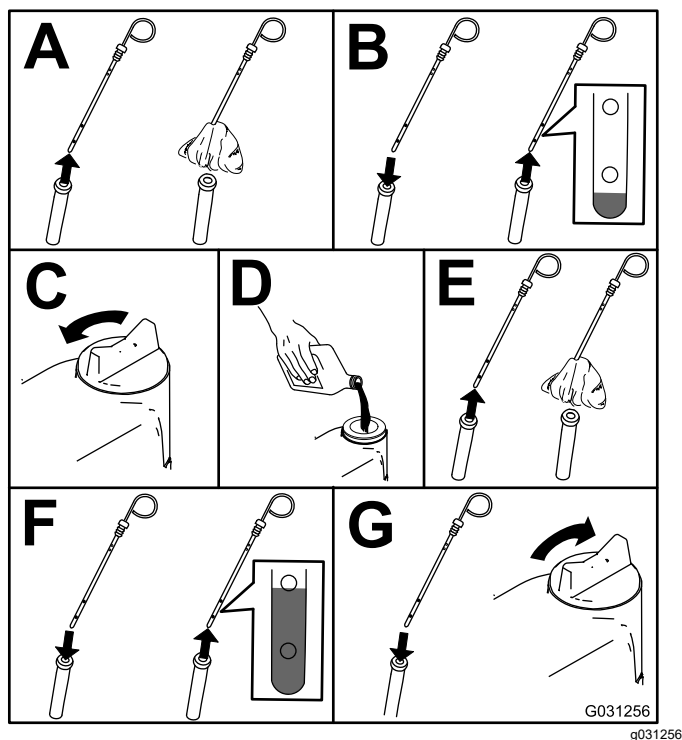

Рисунок 52
2. Проверьте уровень масла в двигателе, см. Рисунок 52.